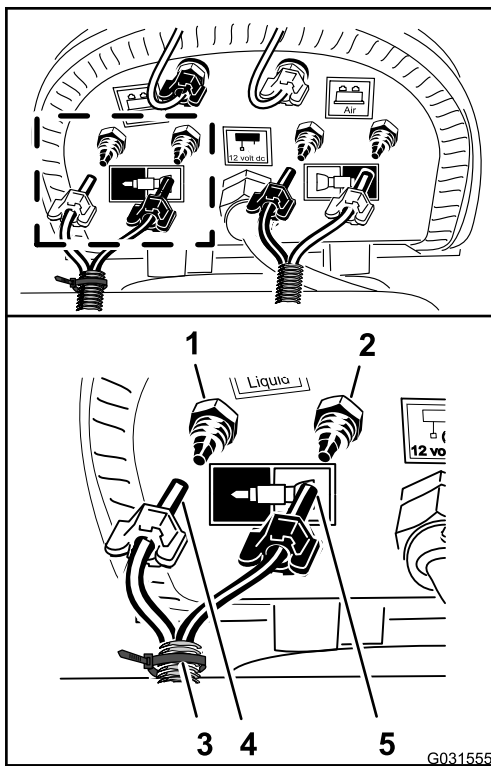

図 142
1. ステップ 9 フォームマーカークイットのノズル用の新しいチューブアセンブリの準備を行う (ページ 16) でケーブルタイを使ってマーキングしたチューブのうち、右側ブーム用の青色チューブを右側ブーム用給水部の圧縮フィッティングに取り付ける 図 142。
2. チューブの圧縮ナットをフィッティングに嵌め、ナットを手締めする 図 142。
3. 右側ブーム用の透明チューブを右側ブーム用エア供給部の圧縮フィッティングに取り付ける 図 142。
4. チューブの圧縮ナットをフィッティングに嵌め、ナットを手締めする 図 142。